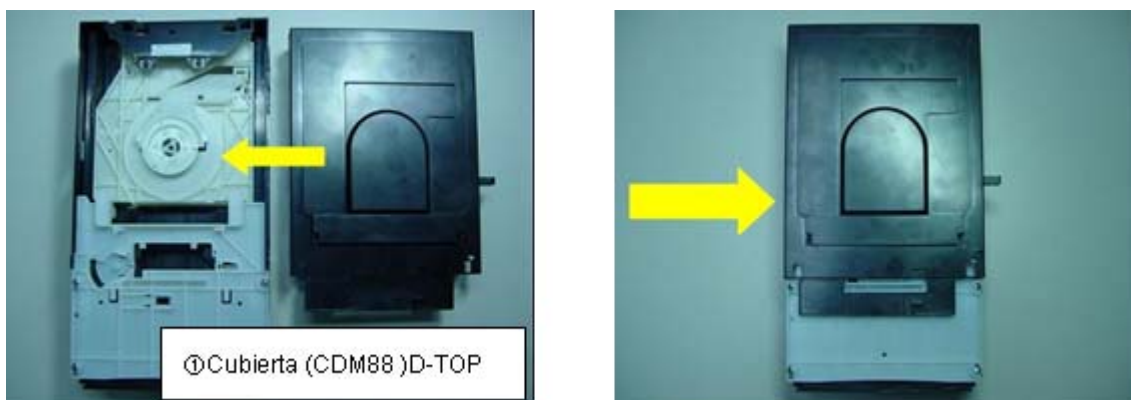

Fig. 3.1
1. Colocación de la cubierta superior de polvo (DUST COVER TOP) al mecanismo del CD. (Fig. 3.1)